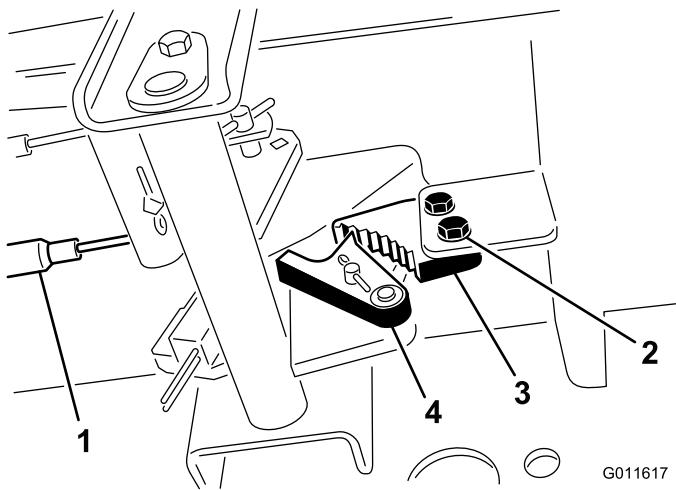

Рисунок 76
- Ослабьте два винта крепления защелки стояночного тормоза к раме (Рисунок 76).
2. Нажмите педаль тормоза вперед, пока углубление тормоза не войдет полностью в зацепление с защелкой тормоза (Рисунок 76).